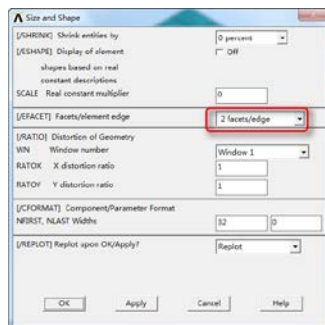
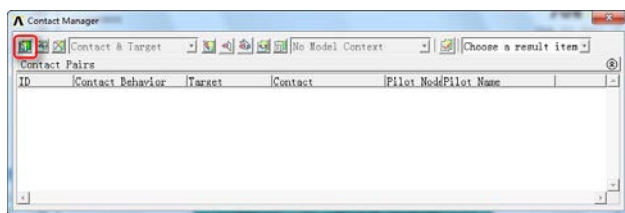

图 11-26 “Size and Shape”对话框
图 11-27 “Contact Manager”对话框
④优化网格：Utility Menu > PlotCtrls > Style > Size and Shape，弹出如图 11-26 所示的“Size and Shape”对话框，在“[EFACET] Facets/element edge”后面的下拉列表选择“2 facets/edge”，单击“OK”按钮。
⑤保存数据：单击 ANSYS Toolbar 上的“SAVE_DB”按钮。
③ 定义外环与滚珠接触对。
①创建目标面：Main Menu > Preprocessor > Modeling > Create > Contact Pair，弹出如图 11-27 所示的“Contact Manager”对话框，单击“Contact Wizard”按钮（对话框左